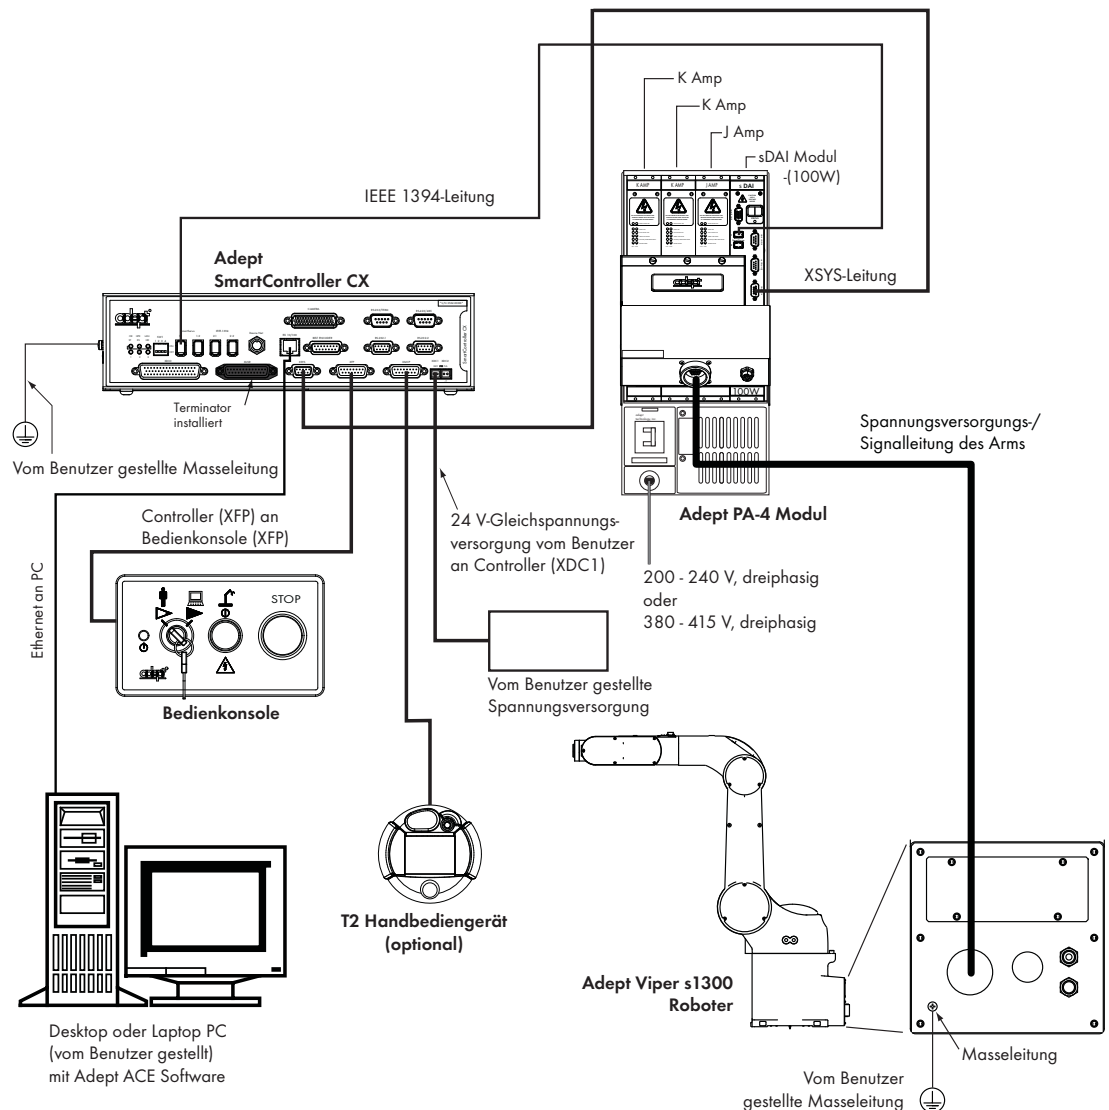
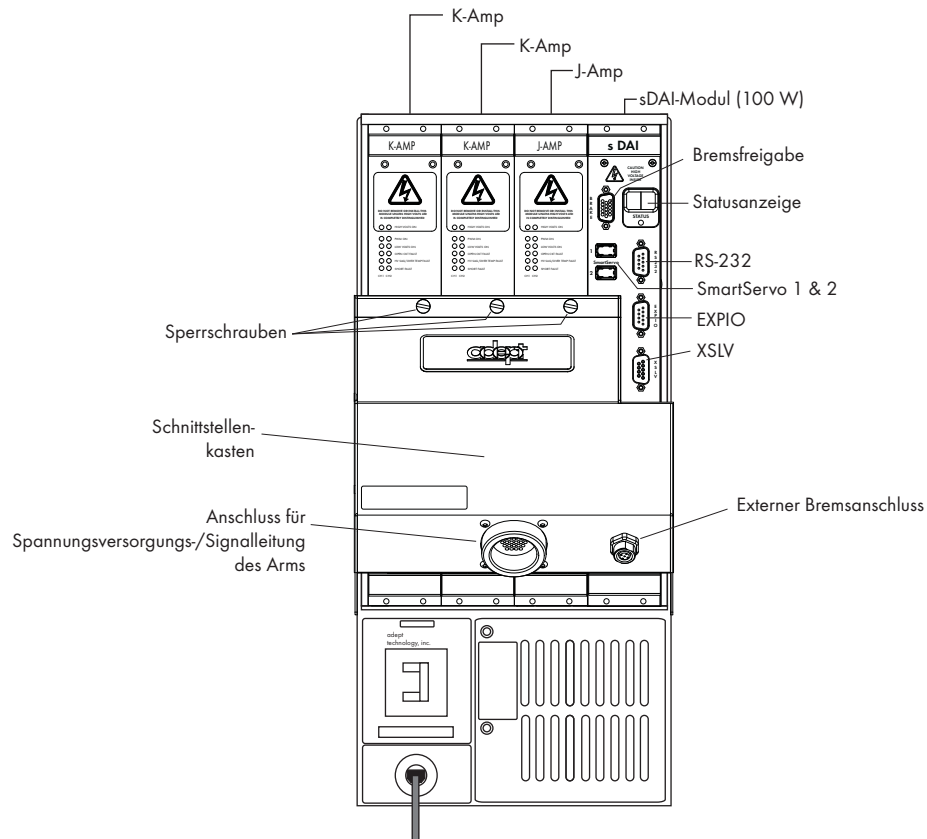

Abbildung 3.1: Systemleitungsdiagramm für Adept Viper s1300 Roboter
Abbildung 3.2: Adept PA-4-Modul mit sDAI-Modul
3. Verbinden Sie das eine Ende der IEEE 1394-Leitung mit dem SmartServo-Anschluss 1.1 des SmartController und das andere Ende mit dem SmartServo-Anschluss 1 auf dem sDAI-Modul im PA-4, siehe **Abbildung 3.1 auf Seite 35** und **Abbildung 3.2 auf Seite 38**. Stellen Sie sicher, dass Stecker und Anschlüsse richtig miteinander verbunden sind.